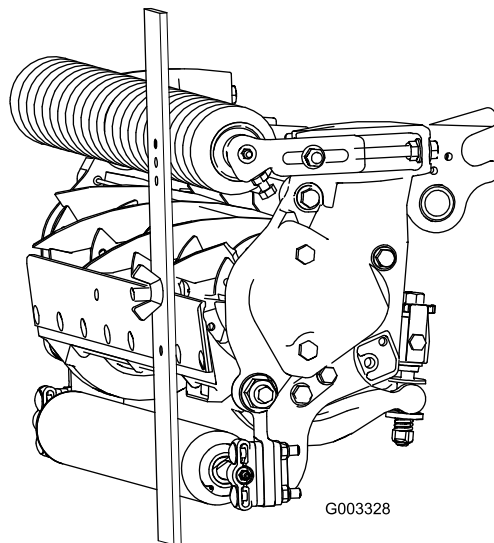

图 19
3. 将螺丝头钩在底刀的刀刃上并将调刀尺的后端放到后滚筒上 图 19。
4. 旋转调节螺丝直到前滚筒接触到调刀尺 图 19。调整滚筒的两端直到整个滚筒与底刀平行。